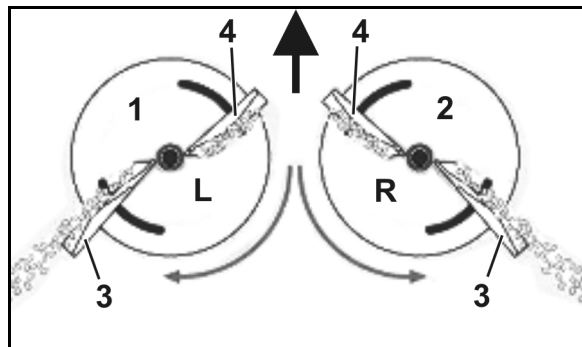

Fig. 21
- disco de dispersión izquierdo (Fig. 21/1) con la marca **L**.
- disco de dispersión derecho (Fig. 21/2) con la marca **R**.
- Larga (Fig. 21/3) – Escala de ajuste con valores del 35 al 55.
- Corta (Fig. 21/4) – Escala de ajuste con valores del 5 al 28.